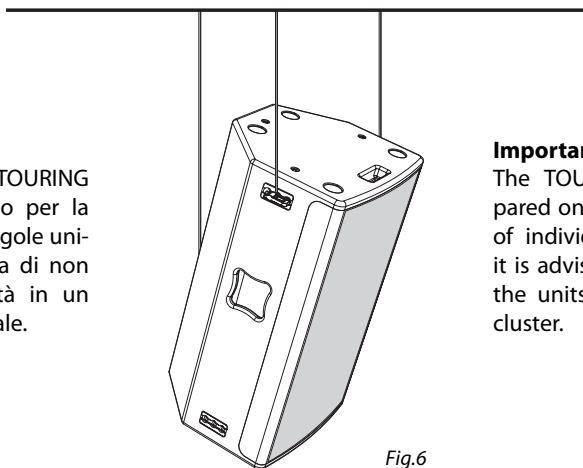

Fig.6
- Installazione verticale singola a 4 punti (fig.6).
- Single 4 points vertical installation (fig.6).